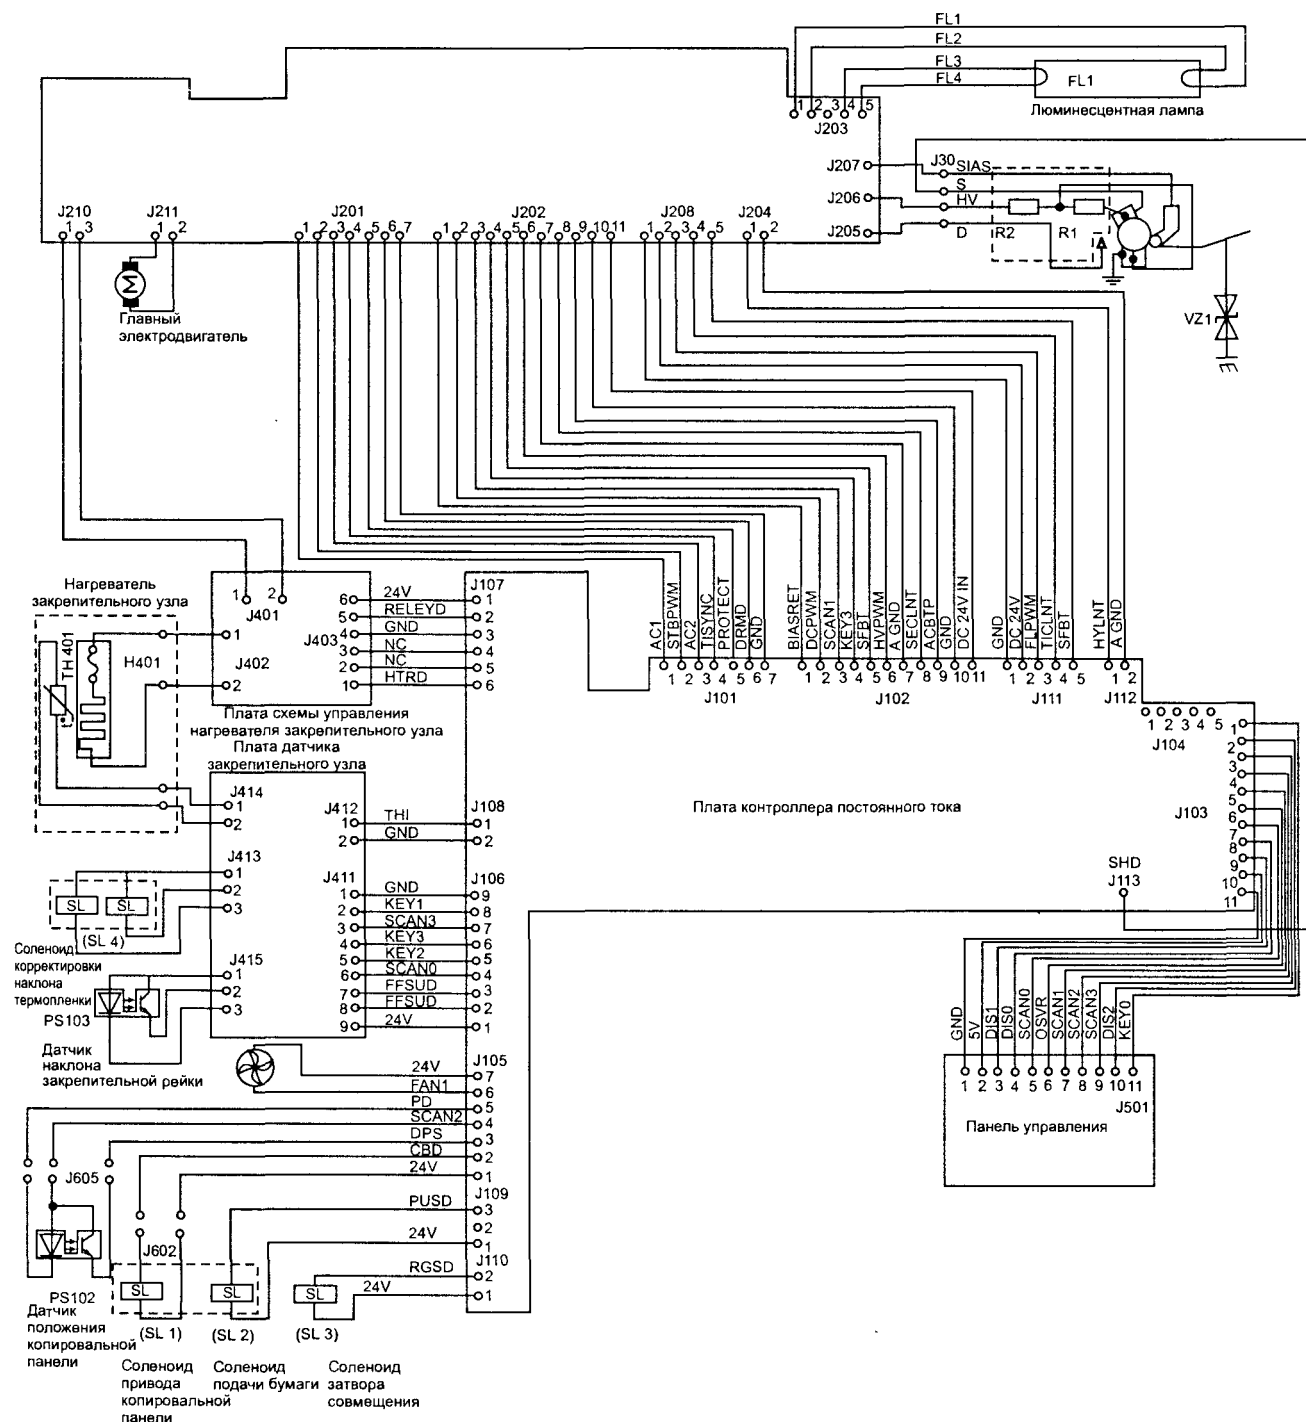

Рис. 1.7. Принципиальная схема межплатных соединений
На рис. 1.7 показана принципиальная схема межплатных соединений.
- проверяют наличие напряжения на нагревателе закрепительного узла, исправность нагревателя Н401 (см. рис. 1.7), его предохранителя, термистора контроля температуры (ТН401), исправность элементов платы закрепительного узла и датчика закрепительного узла;
- заменяют люминесцентную лампу (см. рис. 1.7);